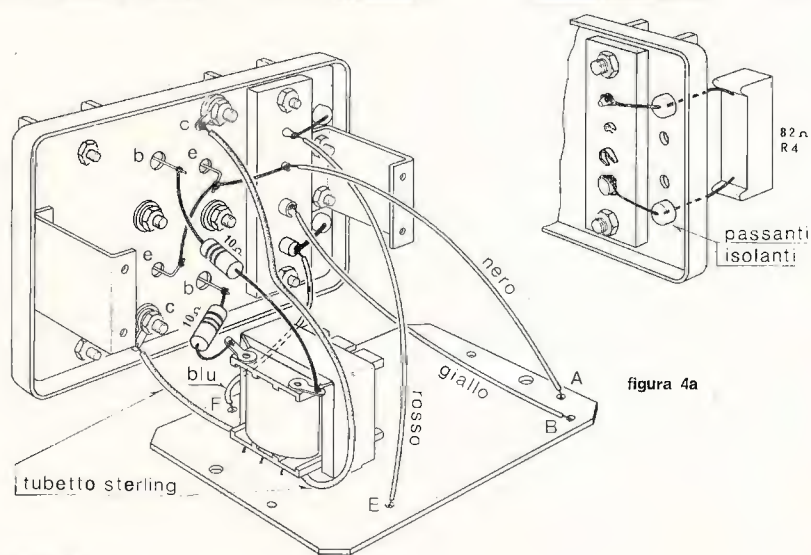

figura 4
- Saldare lo spezzone di filo rosso al terminale indicato in serigrafia e in figura 4 con la lettera « E ».
- Saldare lo spezzone di filo giallo al terminale indicato in serigrafia e in figura 4 con la lettera « B ».
- Saldare lo spezzone di filo nero al terminale indicato in serigrafia e in figura 4 con la lettera « A ».
- Saldare lo spezzone di filo blu al terminale indicato in serigrafia e in figura 4 con la lettera « F ».
- Saldare alle due pagliette che si trovano sul lato superiore del primario del trasformatore  $T_1$ , vedi figura 4, i due resistori  $R_1$  e  $R_3$ , entrambi da 10  $\Omega$ . Dal lato della saldatura i terminali dei due resistori dovranno avere la lunghezza di circa 10 mm, dal lato opposto i terminali, che saranno successivamente saldati alla piastra, dovranno avere lunghezza di circa 20 mm.
- Infilare nei due conduttori provenienti dal primario del trasformatore  $T_1$ , i due spez- zoni di tubetto sterlingato giallo — figura 4.
- Infilare i terminali del resistore  $R_4$  attraverso i due spinotti laterali della basetta porta prese. Collegare fra loro gli emettitori dei due transistori mediante uno spez- zione di filo di rame nudo e collegarli con l'apposita presa della basetta porta prese, come indicato in figura 4.
- Saldare alla base di ciascun transistore i terminali liberi dei resistori  $R_1$  e  $R_3$  co- me è indicato in figura 4.
- Saldare il conduttore rosso, proveniente dal punto « E » del circuito stampato, alla presa superiore della basetta porta prese — figura 4.